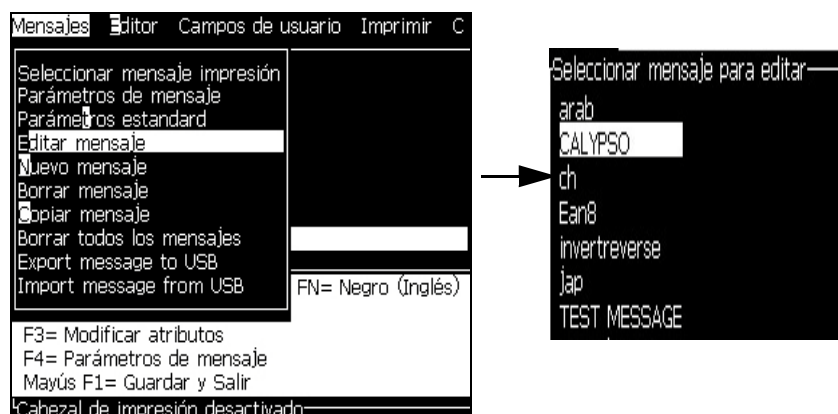

Figura 5-37. Opción Edit Message (Editar mensaje)
- 2 Seleccione *Edit Message* (*Editar mensaje*). Aparecerá el cuadro de diálogo *Select Message To Edit* (*Seleccionar mensaje para su edición*). Consulte la Figura 5-37.